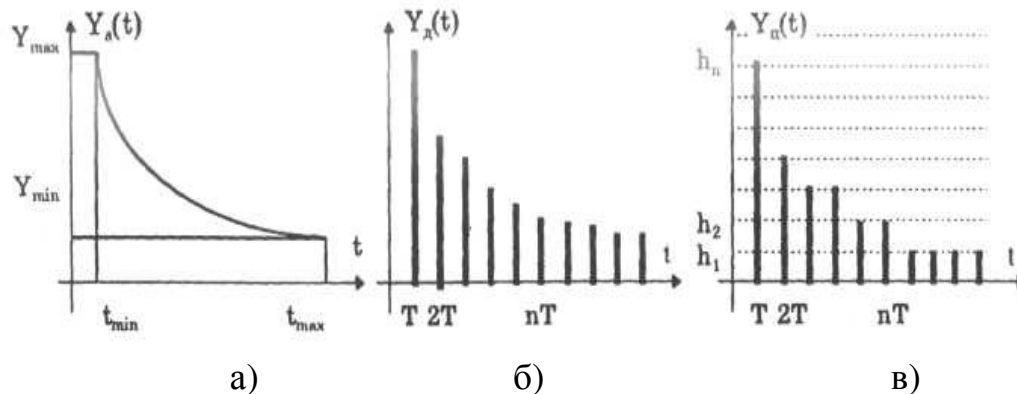

Рис. 5.1.
**Аналоговий сигнал** – це сигнал, що описується неперервною або кусочно-неперервною функцією  $Y_a(t)$ , причому як сама ця функція, так і її аргумент  $t$  можуть приймати будь-які значення на заданих інтервалах  $Y \in (Y_{\min}; Y_{\max})$  і  $t \in (t_{\min}; t_{\max})$ . (Рис. 5.1. а)
**Дискретний сигнал** – це сигнал, який змінюється дискретно з часом і за рівнем. Він може приймати в дискретні моменти часу  $nT$  будь-які значення  $Y_d(nT)$ , які називаються відліками. Тут  $T = \text{const}$  – інтервал (період) дискретизації,  $n = 0, 1, 2, \dots$  – цілі числа. Рис. 5.1. б).
**Цифрові сигнали** – квантовані за рівнем і дискретні в часі сигнали  $Y_u(nT)$ , які описуються квантованими послідовностями, які в дискретні моменти часу  $nT$  приймають дискретні значення – рівні квантування  $h_1, h_2, \dots, h_n$  (рис. 5.1. в).